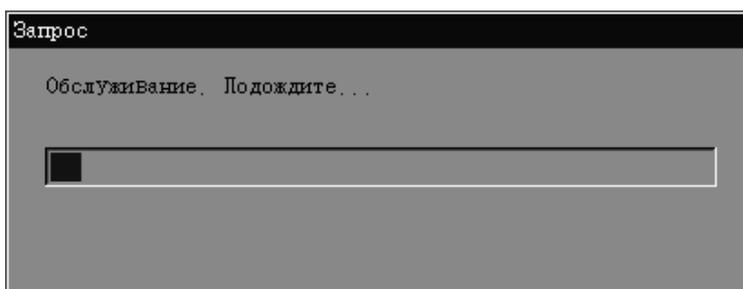

Рис. 10-23 Диалоговое окно
2. Анализатор начнет прочистку, ход выполнения которой будет отображаться в диалоговом окне (Рис. 10-23).